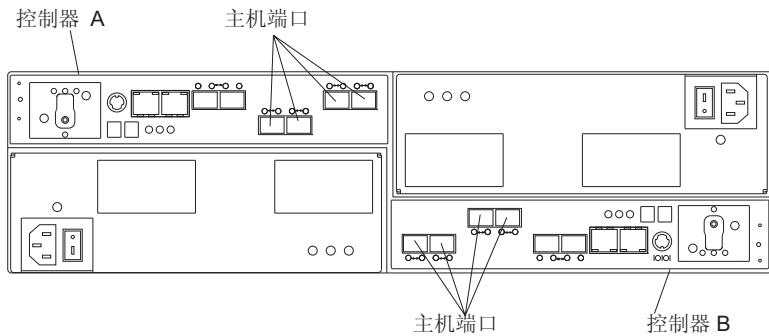

图 54. DS5020 的 RAID 控制器上的主机电缆位置
- 将光纤通道电缆从 DS5020 RAID 控制器主机端口中的 SFP 模块连接到光纤通道交换机中的 SFP 模块或主机总线适配器的 SFP 模块。图 54 显示了 DS5020 存储子系统的 RAID 控制器上主机系统电缆的连接位置。